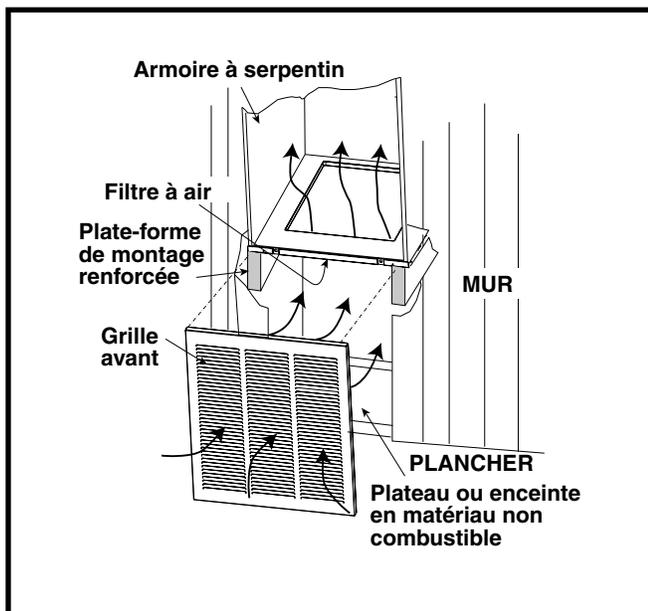
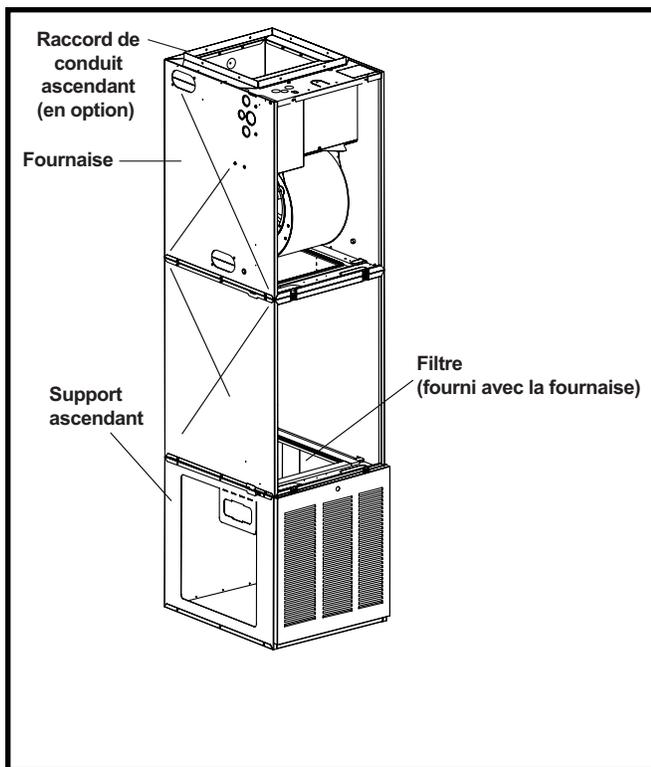

Figure 15. Système d'air de reprise au-dessus du plancher
Figure 16. Système d'air de reprise à travers le plancher avec support ascendant
1. Si le plancher sous la fournaise est en matériau combustible, disposez un plateau en matériau non combustible avec des rebords relevés de 2,5 cm (1 po) sous l'ouverture d'air de reprise la fournaise. Voyez la Figure 15 \(page 12\).
2. Utilisez le support ascendant en option (n° de pièce 904620A) avec des filtres ou construisez une plate-forme de montage renforcée dans le placard. Voyez la Figure 15 et la Figure 16 \(page 13\).
6. Utilisez le raccord de conduit ascendant en option ou un raccord fourni sur place pour fixer la fournaise au conduit d'alimentation aérien. Voyez la Figure 16.
7. Installez préférablement la grille d'air de reprise dans le placard au même niveau que le support ascendant ou sous la plate-forme de montage. Voyez la Figure 15.
5. Utilisez un raccord fourni sur place pour fixer la fournaise au conduit d'alimentation aérien. Voyez la Figure 16.